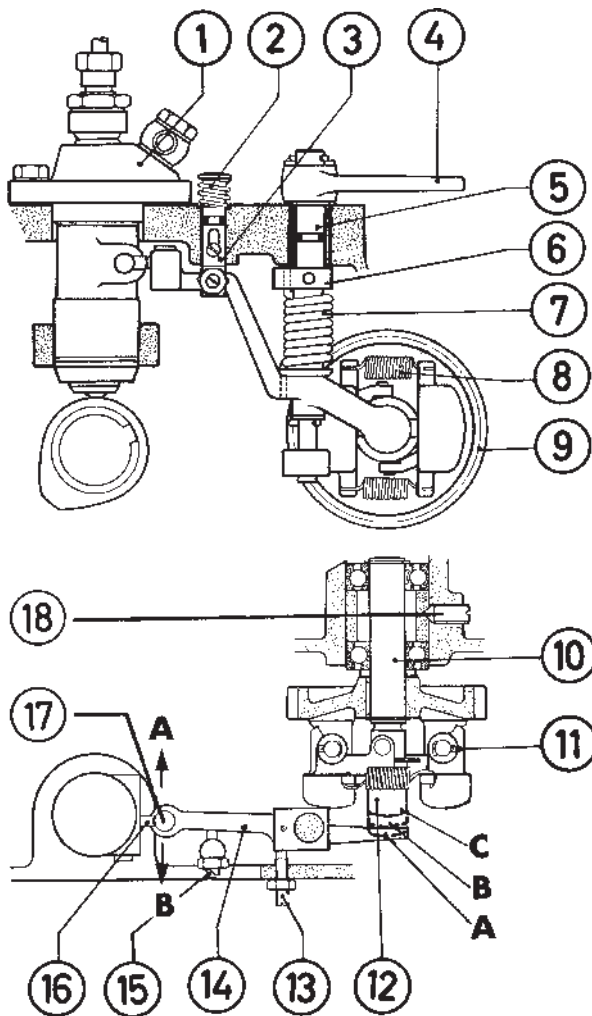

Fig. 65. Centrifugalregulator
Regulatorn på dessa motorer är av centrifugaltyp och drivs från kamaxeln medelst kuggjul. På kugghjulet (9 fig. 65) sitter de i regulatorn ingående regulatorvikterna (11) lagrade. Vikterna är förbundna med dämpfjädrar, (8). Då regulatorn roterar kastas vikterna ut av centrifugalkraften och förskjuter glidhylsan (12) i axiell riktning. Hylsan utövar därvid ett tryck på regulatorhävarmen (14). Hävarmen är vridbar i förhållande till axeln, men denna vridning motverkas av en fjäder.